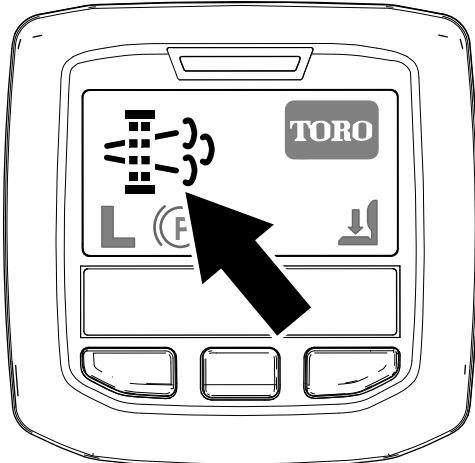

Figura 41
- El ícono de regeneración con la máquina aparcada aparece en el InfoCenter (Figura 41).